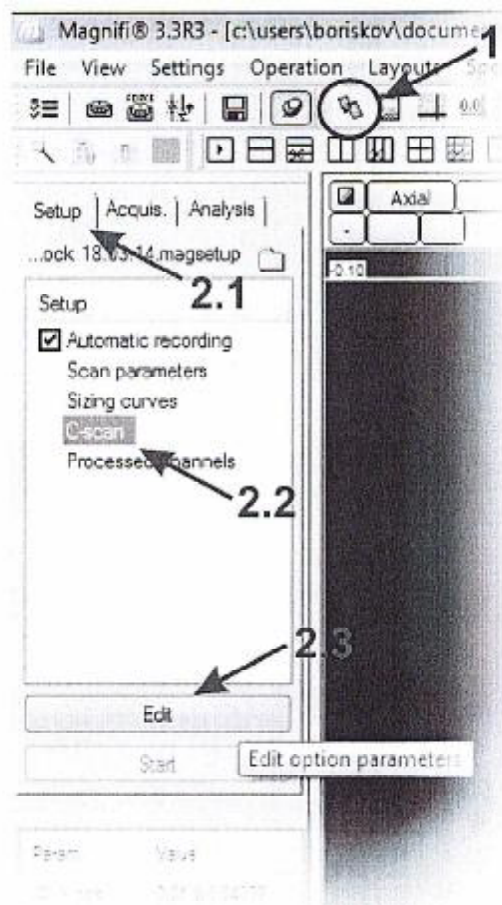

Рисунок 13
8.7.3.1 Вызвать окно «C-scan Configuration» путем нажатия по иконке 1 или использовать последовательность 2.1 – 2.2 – 2.3 (рисунок 13).